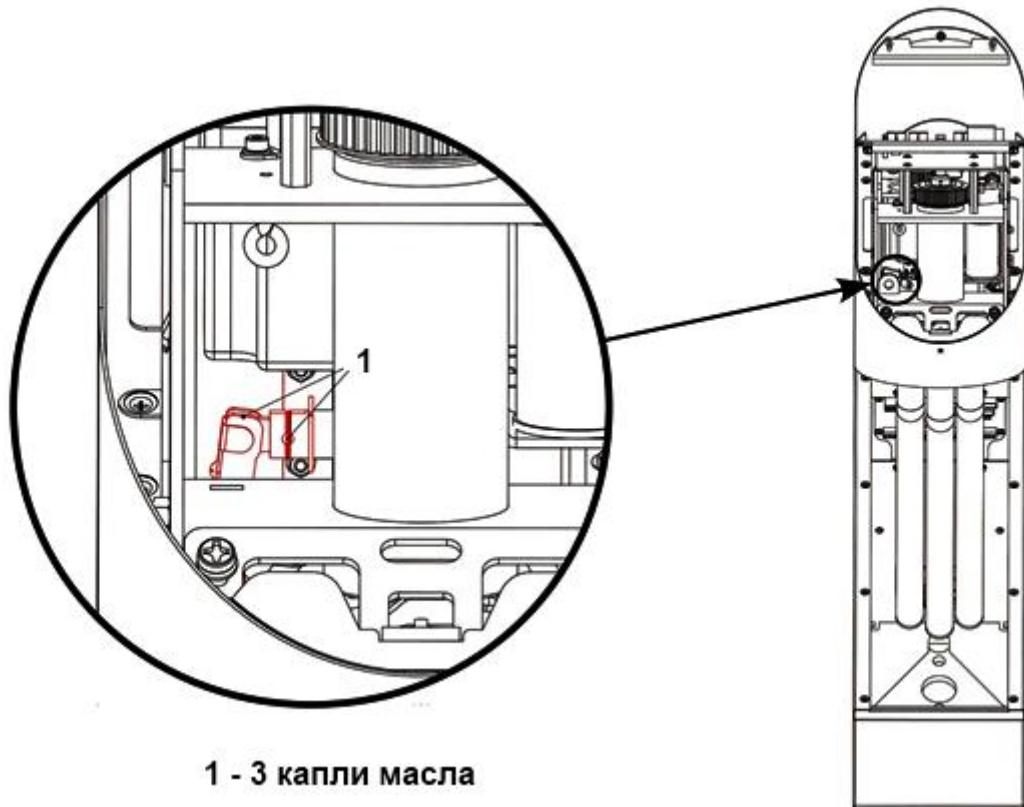

Рисунок 22 – Серьга между блоком стопора и соленоидом
3.7.3 Рисунок 22 – смазать серьгу между блоком стопора и соленоидом.